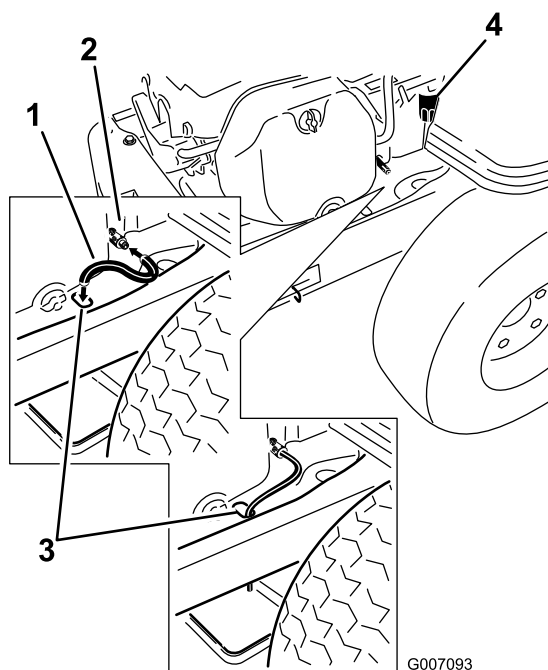

Figura 33
4. Limpie la zona alrededor de la válvula de vaciado del bastidor de la máquina. Localice el manguito de vaciado del aceite y deslícelo sobre la válvula de vaciado (Figura 33).
5. Pase el otro extremo del manguito de vaciado de aceite por encima del extremo del bastidor (Figura 33).